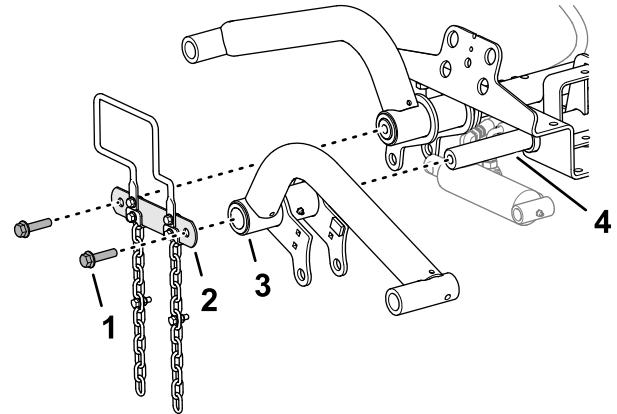

Bild 11
1. Montieren Sie die Hubarme auf die Hubarm-Gelenkwellen, wie in Bild 11 dargestellt.
2. Befestigen Sie die Gelenkwellenverbindung mit den beiden Bundkopfschrauben ( $1/2'' \times 2''$ ), die Sie in Vorbereiten des Einbaus der Hubarme (Seite 18) entfernt haben, an den Gelenkwellen der Hubarme (Bild 11).